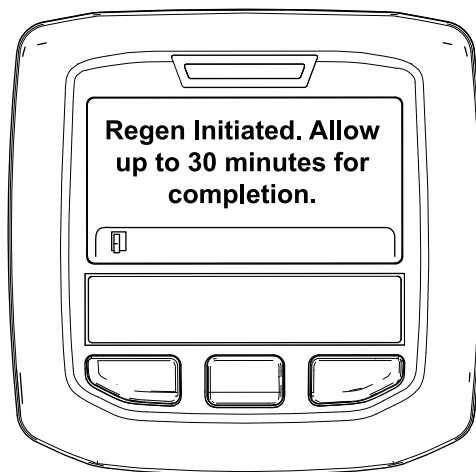

図 49
- 再生許可の場合には Regen Initiated 再生を開始しましたと表示。再生が終了するまで、最大 30 分間が必要。終了まで待つ 図 49。